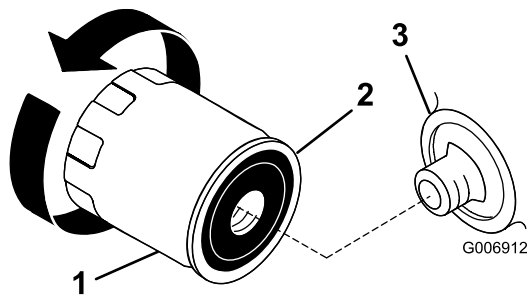

Figura 31
2. Retire el filtro usado y limpie con un paño la superficie de la junta (Figura 31) del adaptador del filtro.
3. Aplique una capa fina de aceite nuevo a la junta de goma sobre el nuevo filtro de aceite (Figura 31).
5. Gire el filtro de aceite en el sentido de las agujas del reloj hasta que la junta de goma entre en contacto con el adaptador del filtro, luego apriete el filtro de aceite media o tres cuartos de vuelta más (Figura 31).